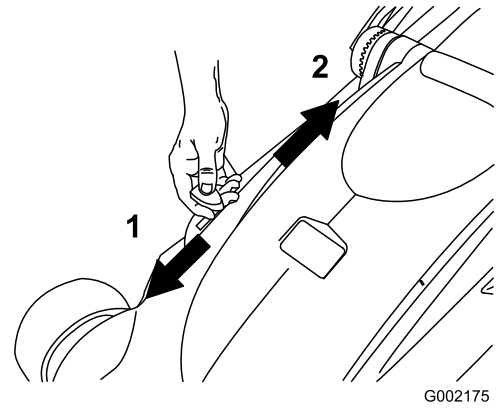

Figure 21
3. Zet de hendel voor recycling/opvangen in de opvangmodus (Figure 21).
**Note:** Als u het maaisel niet wilt opvangen maar wilt fijnmaken en "recyclen", moet u de hendel voor recycling/opvangen in de recycling-modus (Figure 21) zetten en de grasvanger verwijderen.